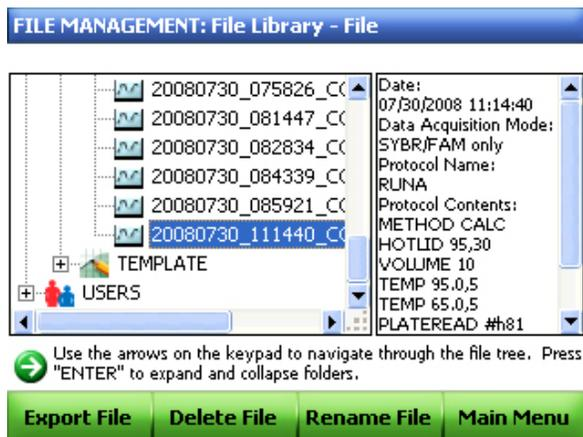

Figura 42. Exportação de dados de um ciclo independente para a unidade de memória USB.
4. Prima **Export File** (Exportar ficheiro) (F1) para exportar os dados do ciclo (.zpcr) para a unidade de memória USB (Figura 42).